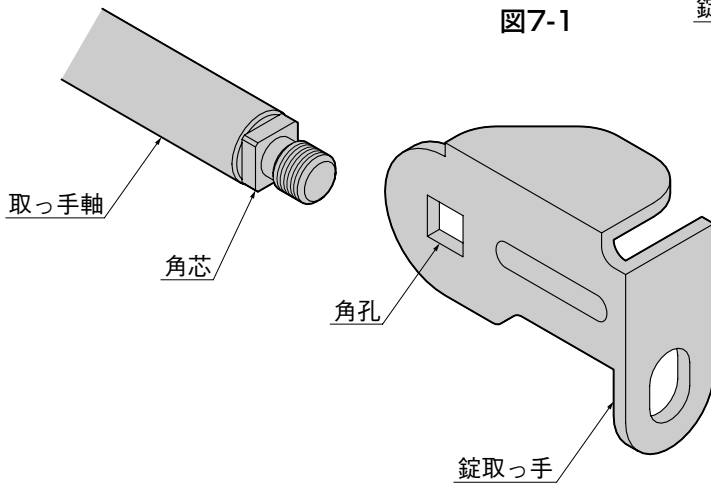

図7-2
- 取っ手の角孔と取っ手軸の角芯を合わせて組付けてください。(図7-2参照)